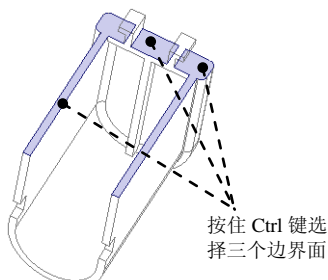
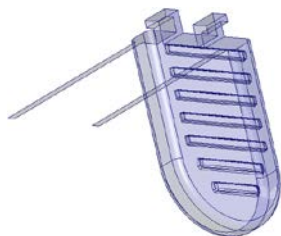

图 9.11 定义边界面（二）
图 9.12 加亮的曲面
② 依次选取所有的边界面完毕（全部加亮）后，松开 **Shift** 键，然后按住 **Ctrl** 键选取图 9.11 所示的三个曲面，松开 **Ctrl** 键，完成“边界面”的选取。操作完成后，整个模型上表面均被加亮，如图 9.12 所示。